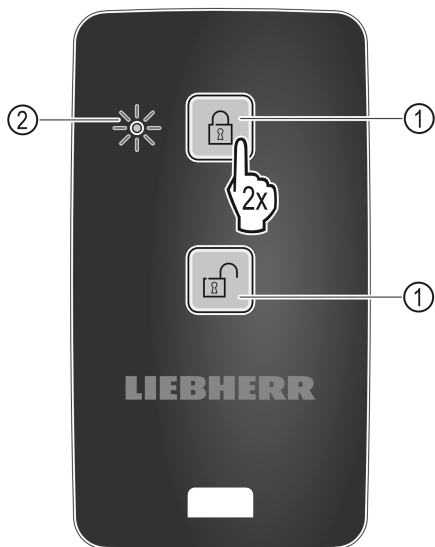

Fig. 101
- Dvakrát stiskněte jedno tlačítko na dálkovém ovládání Fig. 101 (1).
- ▷ Stavová LED Fig. 101 (2) na dálkovém ovládání třikrát zabliká.